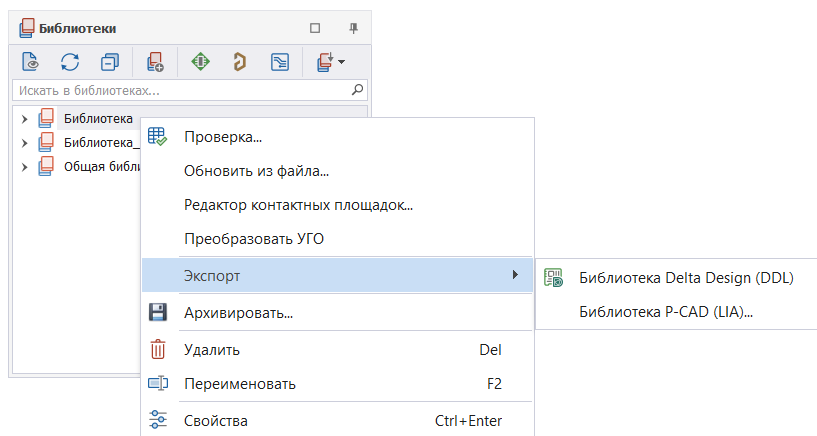

Рис. 30 Выбор формата экспортируемых данных
2. Из контекстного меню «Экспорт» в выпадающем списке выбрать конечный формат экспортируемой библиотеки, см. Рис. 30.